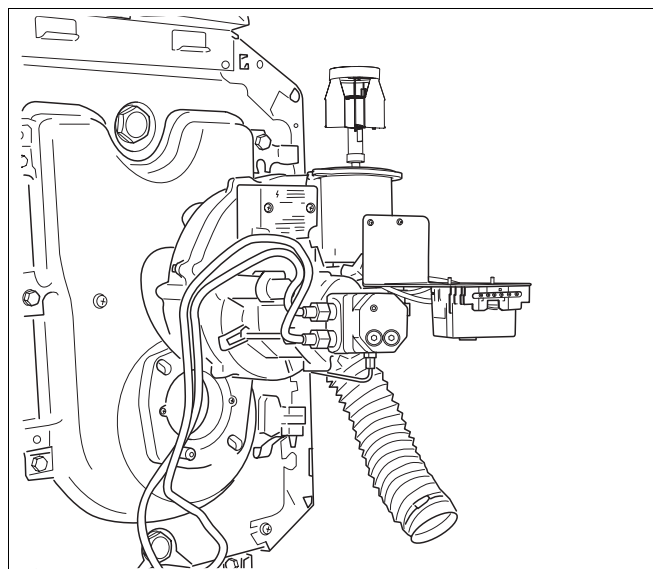

Рис. 25 Установка горелки в положение для обслуживания
- Установить горелку в положение для обслуживания (рис. 25).